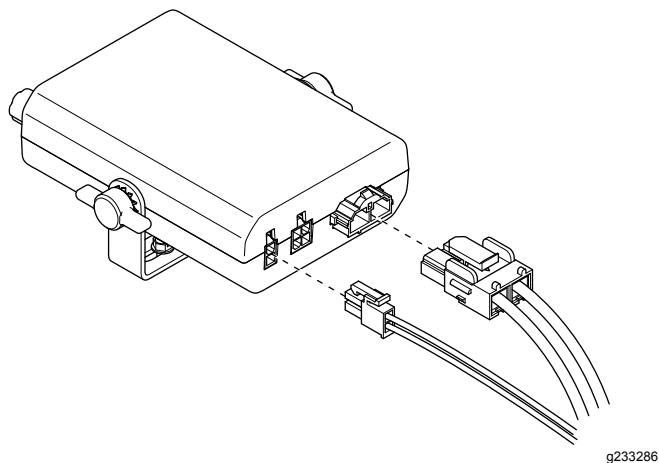

Figure 6
3. Branchez au contrôleur les connecteurs du faisceau de câblage correspondant (Figure 6).